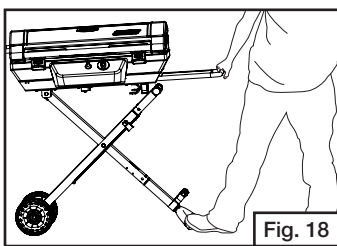

Fig. 18
- Continuez de tirer la table latérale fixe vers vous jusqu'à ce que le stand soit complètement déployé (Fig. 18).